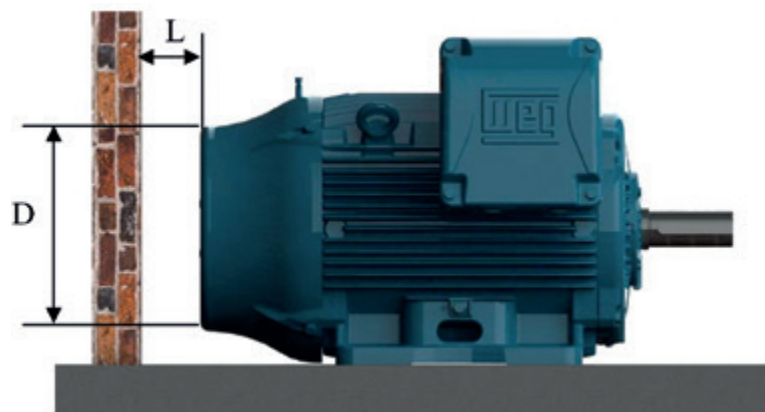

Figura 7.1 - Distancia mínima del motor hasta la pared
- Que entradas y salidas de aire estén completamente desobstruidas. El mínimo espacio libre hasta la pared más próxima (L) debe ser $\frac{1}{4}$ del diámetro de la entrada de aire de la deflectora (D), ver Figura 7.1. El aire en la entrada del motor debe estar a temperatura ambiente.